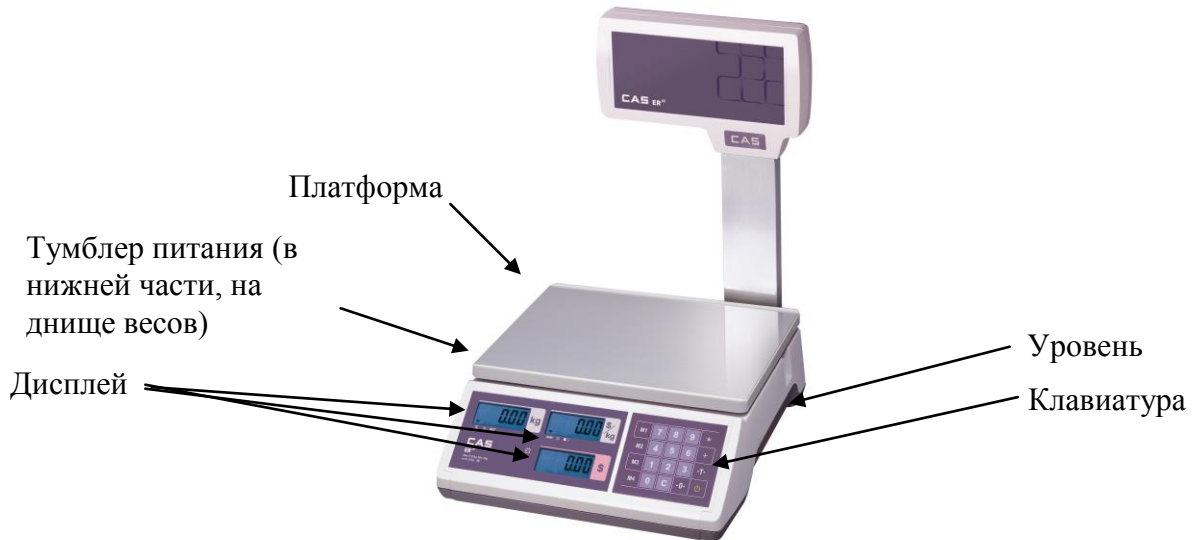

Рисунок 4.1 Общий вид и основные конструктивные элементы
- Установите тумблер питания в положение «I» (см. рисунок 4.1.).